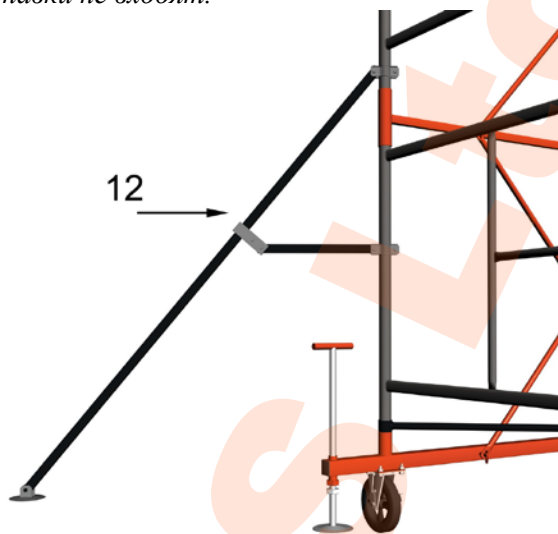

Рис.5
4.3. Установка стабилизаторов (Рис. 5)